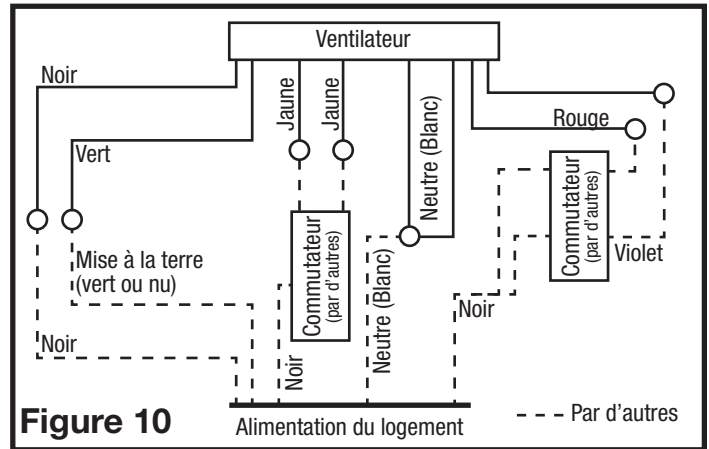

Figure 10
3. **Ventilation intermittente** : Pour les ventilateurs à deux vitesses, raccordés pour une ventilation intermittente avec un interrupteur à bascule duplex standard (comme Leviton 5224 -2W non inclus). Connectez les fils blancs du ventilateur au fil blanc (neutre) de la source d'alimentation. Connectez le fil de terre du ventilateur au fil de terre de la source d'alimentation. Mettez à terre les interrupteurs correctement. Connectez le fil noir de la source d'alimentation à un côté de l'interrupteur. Connectez le fil noir du ventilateur à l'autre côté de l'interrupteur. Connectez 1 fil jaune du ventilateur à chaque côté de l'interrupteur. Le commutateur avec les connexions jaunes change la vitesse entre haute et basse. Utilisez un deuxième interrupteur à bascule standard duplex, pour relier le fil noir de la source d'alimentation à un côté de l'interrupteur du haut et du bas. Connectez le fil rouge (lumière) du boîtier du ventilateur à l'autre côté de l'interrupteur du haut et connectez le fil violet (veilleuse) du boîtier du ventilateur à l'autre côté de l'interrupteur du bas (Figure 10).